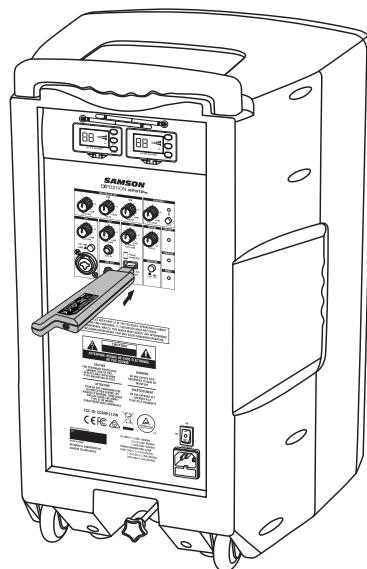

Figura 1
1. Conecte el receptor USB RXD2 en una de las tomas USB del panel trasero del XP312w directamente (figura 1) o utilizando el cable de extensión USB incluido (figura 2).